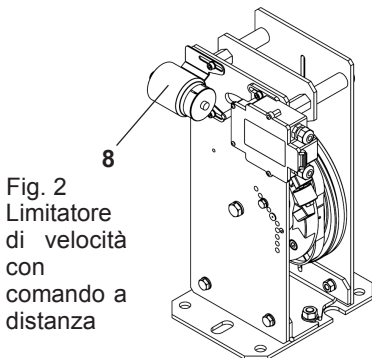

Fig. 2
Per mezzo di un tasto, il comando a distanza (fig.2, pos.8) provoca l'innesto del pendolo su percorso elettromagnetico nella scatola dell'interruttore stesso.